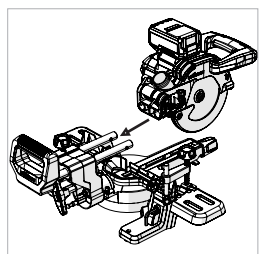

Fig. 13
- Allineare la testa da taglio con i due bracci del carrello a scorrimento. (**Fig. 13**)